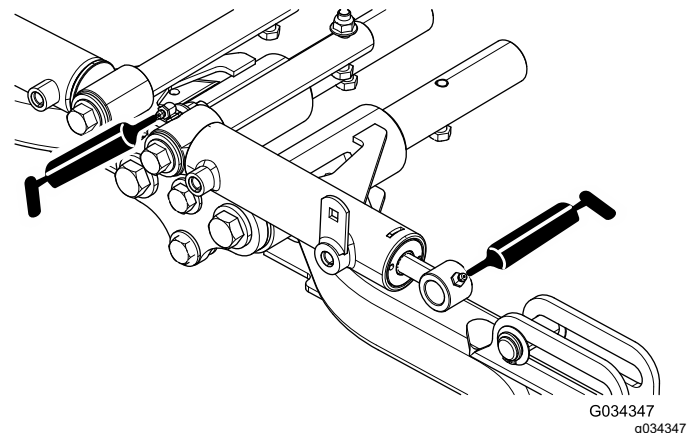

Bild 49
- Vordere Hubarm-Drehzapfen und Hubzylinder (3 Stück), siehe Bild 49.